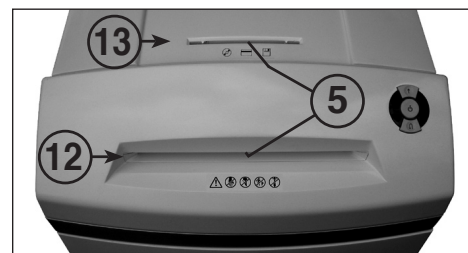

Рис. 3
- 5 = Световой затвор (вращение вперед) (рис. 3)**